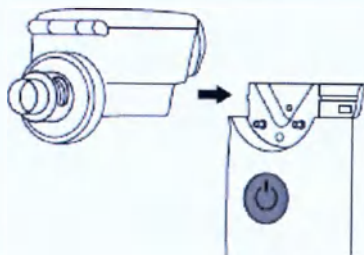

Рисунок 4
1. Вставьте ингаляционную камеру в пазы в верхней части основного блока до щелчка (см. рисунок 4).